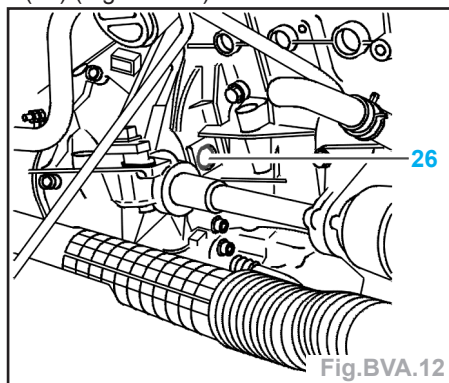

Fig. BVA.12
- Mettre en place la pige d'accostage [1] (ref. 338A).
- Faire coïncider la pige d'accostage [1] avec la tôle d'entraînement et l'ouverture (26) (Fig. BVA.12).